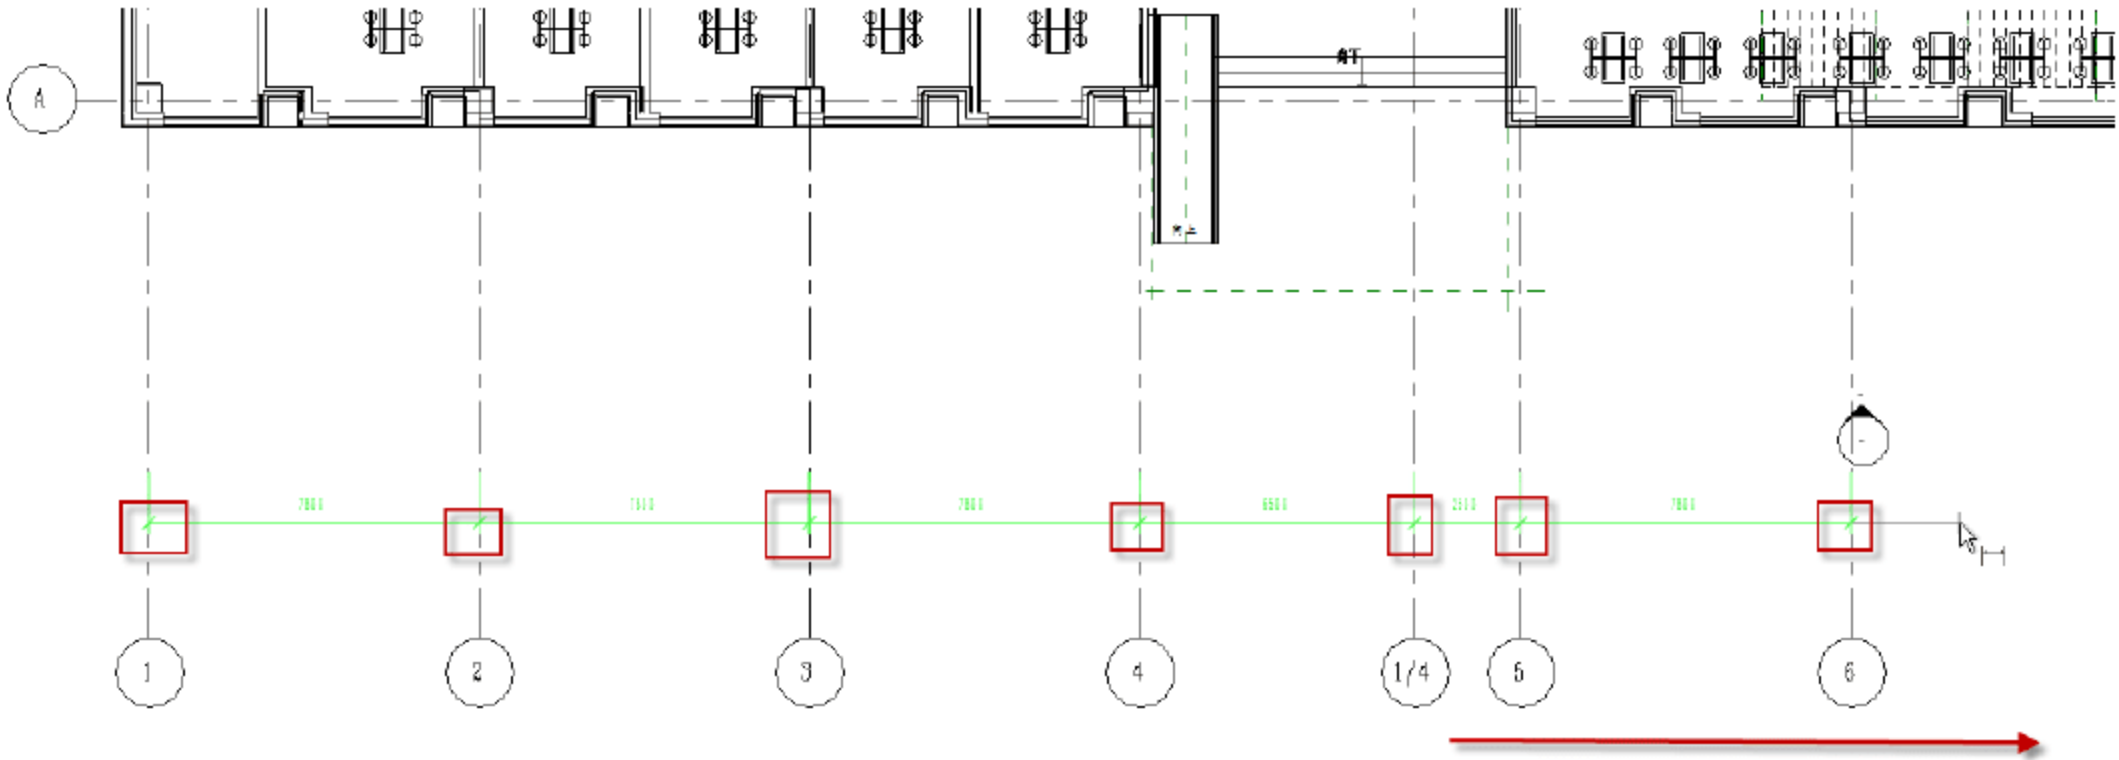
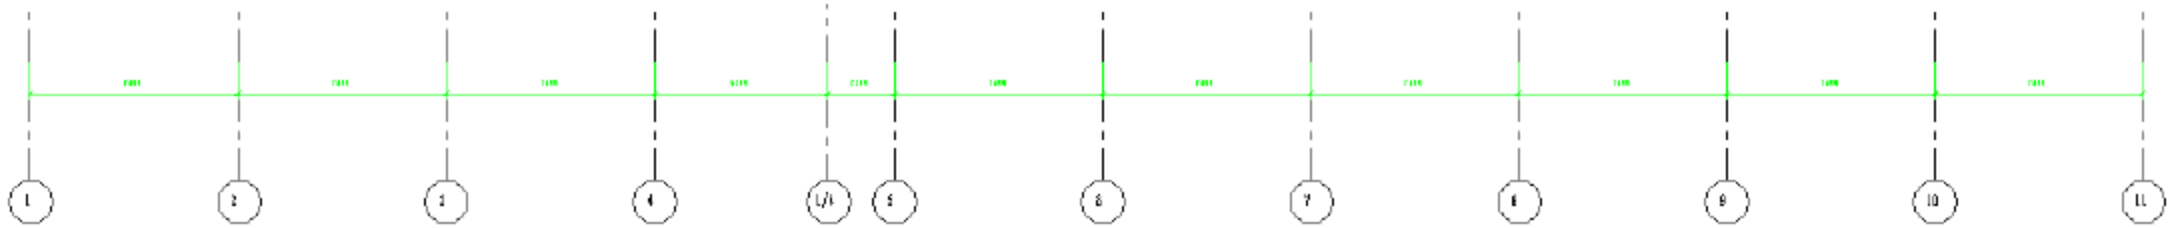

图 13.1.4 标注轴线尺寸
图 13.1.5 标注轴线尺寸
(3) 标注轴线尺寸。按快捷键 D+I，从左向右对轴线进行尺寸标注，如图 13.1.4 所示。轴线尺寸标注完成后，如图 13.1.5 所示。